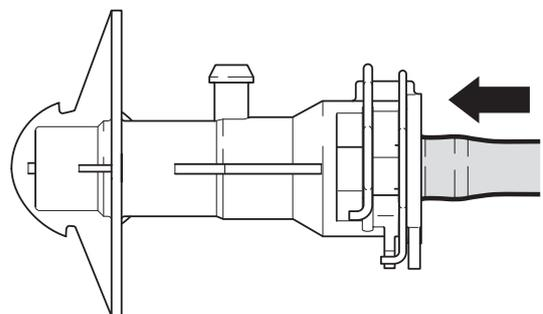

Figura 4: Con il collegamento idraulico inserito e le clip chiuse, il foro di sfiato è chiuso
9. Spingere la linea idraulica fino all'arresto nell'attacco (figura 4)